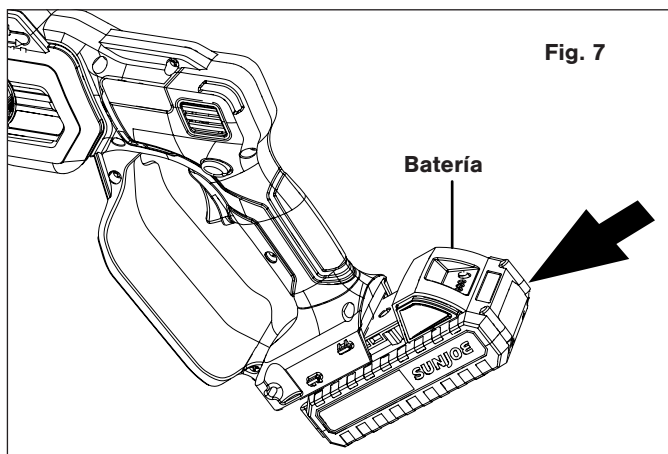

Fig. 7
2. Inserte la batería en su compartimiento. Empújela para asegurarse de que esté trabada en su lugar (Fig. 7).